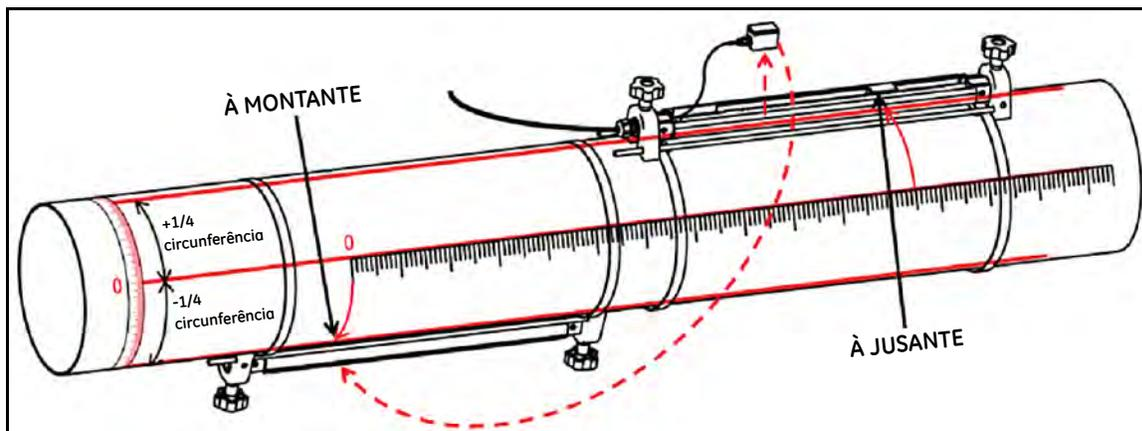

Figura 20: A instalação transversal única na variação de espaçamento do transdutor de 250 a 750 mm
1. Marque uma linha reta com a direção da tubulação na sua superfície, use a fita da banda para medir a circunferência da tubulação e marque outras duas linhas na posição de $+1/4$ e $-1/4$ da circunferência; essas duas linhas são feitas para o alinhamento de dois grampos de fixação. Em seguida, marque as posições de dois transdutores nas duas linhas retas separadamente usando a fita de bandas. Consulte a Figura 20 quanto ao método de marcação de linha.
4. Coloque o segundo grampo de fixação não intrusivo vazio no outro lado da tubulação. Em seguida, repita a etapa 3 para mover as cintas e aperte o segundo grampo de fixação. Consulte Figura 20 para a posição do grampo de fixação.